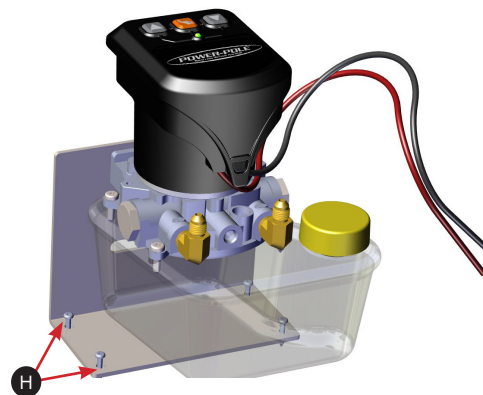

図4
5. 4本の#10×3/4インチのナベ小ネジ **H** を使用して、#2プラスドライバーでブラケットを船に固定します。 **図4**